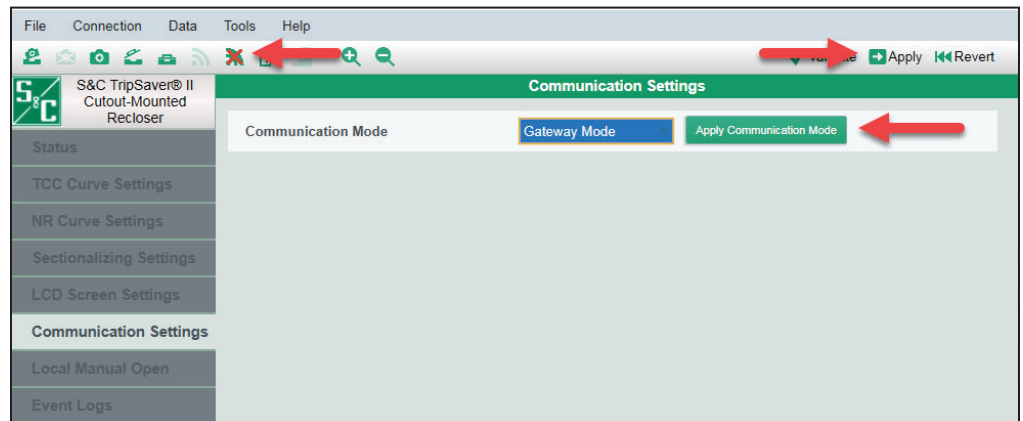

Figura 1. Habilitación del Modo Gateway en el reconectador TripSaver II.
- Nota:** El botón **Apply Communication Mode (Aplicar Modo de Comunicación)** no aplicará ningún cambio realizado en otras pantallas de menú. Si se han realizado cambios en otra pantalla de menú, como la pantalla *TCC Curve Settings (Configuración de las curvas TCC)*, haga clic en el botón **Apply (Aplicar)**; ver la Figura 1 en la página 7.
**Nota:** El botón **Aplicar Modo de Comunicación** no aplicará los cambios que se hayan realizado en otras pantallas de menú. Si se han realizado cambios en otra pantalla de menú, como la pantalla Configuración de las curvas TCC, haga clic en el botón **Aplicar**. Ver la Figura 1 en la página 7.